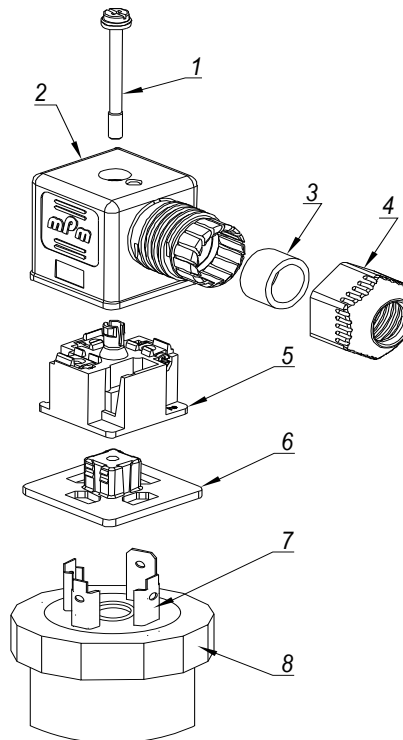

Fig. 5.1 Conector angular según EN 75301-803
- Afloje el tornillo (1) (Fig. 5.1) y desconecte el enchufe (2 + 5 + 6) de los contactos (7).
- Saque el soporte del terminal (5) del gabinete (2) usando el orificio de montaje en el junta (6).